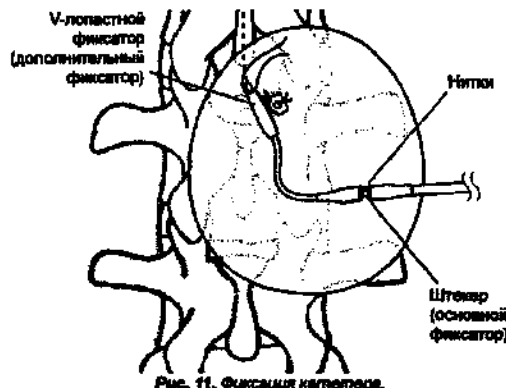

Рис. 11. Фиксация катетера.
7. Используйте соединительный ниппель в качестве основного фиксатора для предотвращения смещения при давлении тела или насоса. Наложите прочные нерассасывающиеся нитки на каждый из двух пазов в центре соединительного ниппеля и прикрепите его к фасции (Рис. 11).